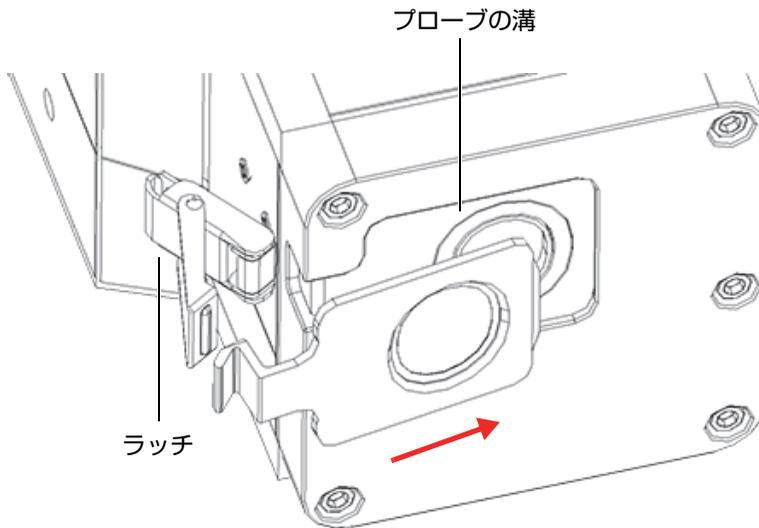

図 4-9 フェイスプレートをラッチとプローブの溝に合わせて配置
3. フェイスプレートをラッチとプローブの溝に合わせて配置します（66 ページの図 4-9）。